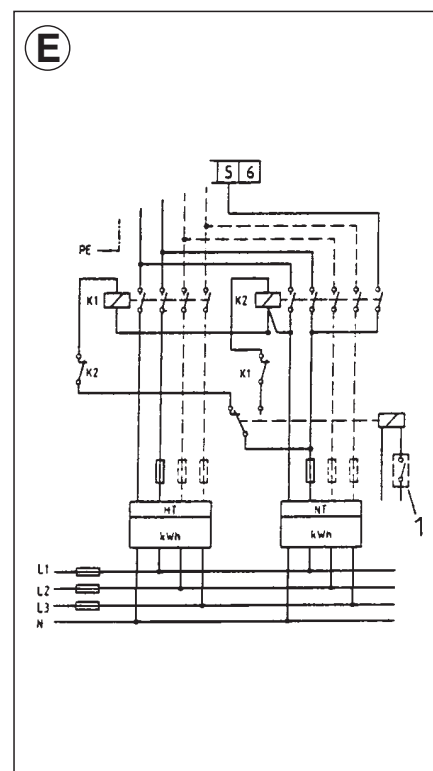

Fig. 15
- Medición con dos contadores, fig. 15 / 1 contacto de la compañía eléctrica